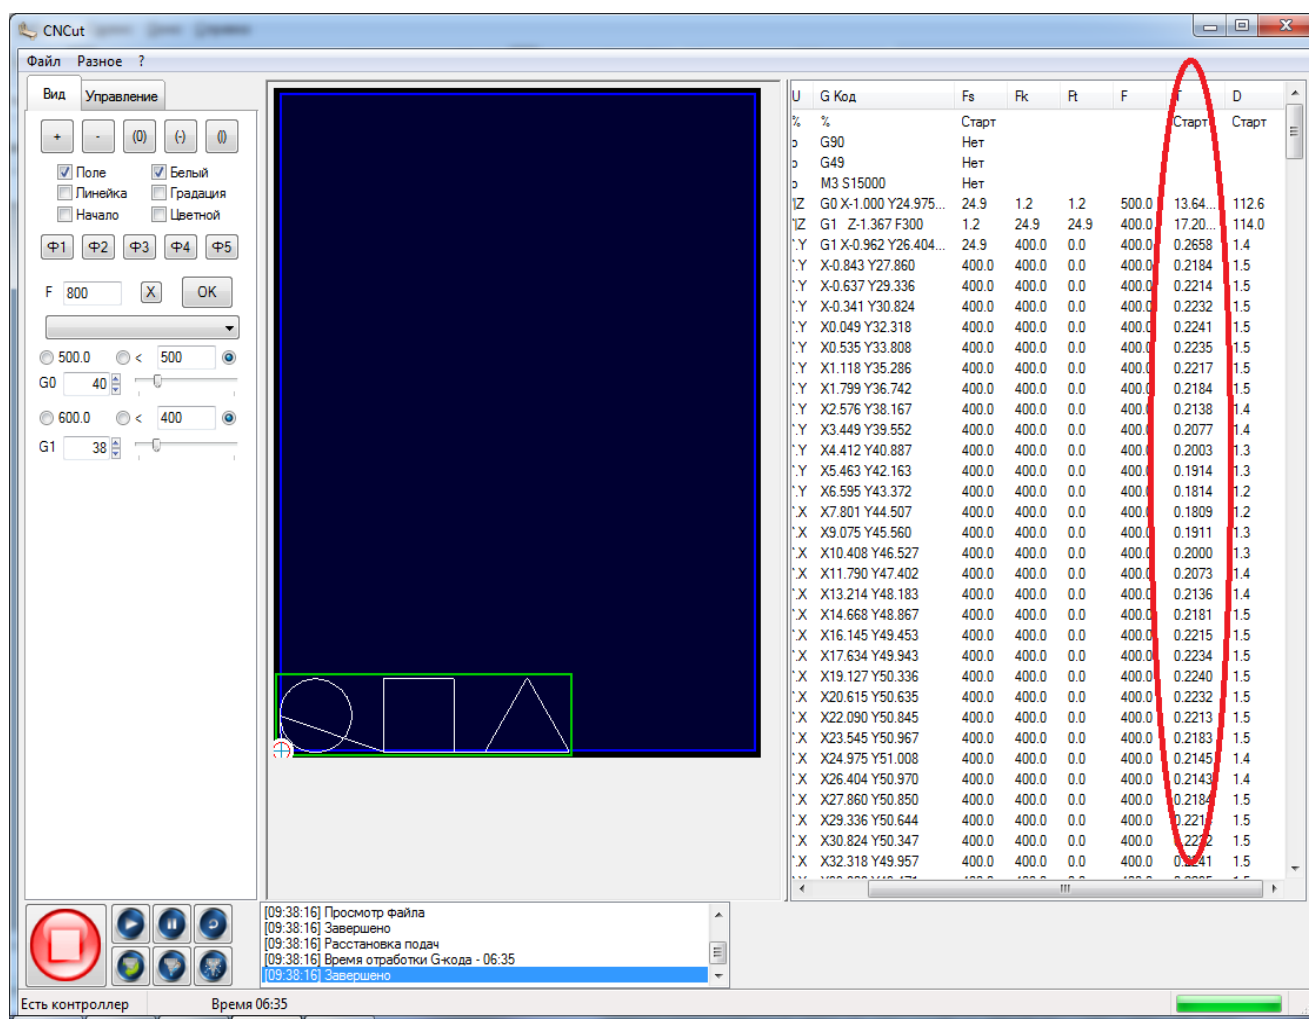

Рисунок 69. Столбец «T»
8. Столбец «T»-время обработки текущего кадра в секундах, рисунок 69